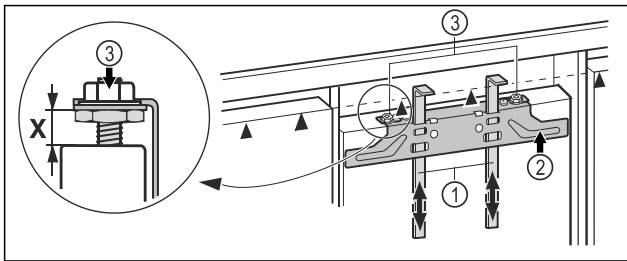

Fig. 44
- ▶ Skub monteringshjælpermidlerne Fig. 44 (1) op til møbeldørshøjde. Nederste stopkant ▲ for monteringshjælpermidlet = overkant af den møbeldør, der skal monteres.
- ▶ Skru fastgørelsestraversen Fig. 44 (2) af via kontramøtrikkerne Fig. 44 (3).